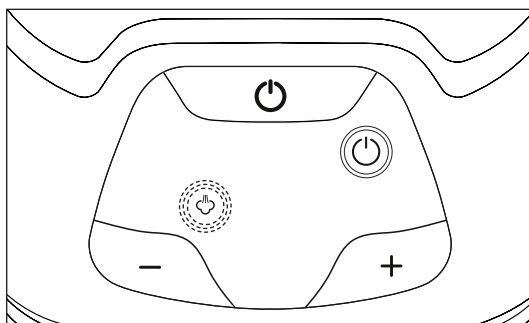

Fig. 6
- 2) Prima o botão Ligar/Desligar **13** para ligar o aparelho. A luz de controlo Ligar/Desligar **14** acende-se com a cor azul e a luz de controlo de vapor nível **baixo 18** emite uma luz intermitente com a cor azul (ver fig. 6).